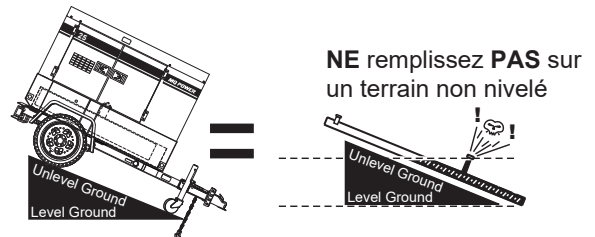

Figure 31. Remplissage uniquement sur un terrain plat
1. **Réservoirs de niveau** - Assurez-vous que les piles à combustible sont à niveau avec le sol. Si ce n'est pas le cas, le carburant se déversera du réservoir avant d'atteindre sa pleine capacité (Figure 31).